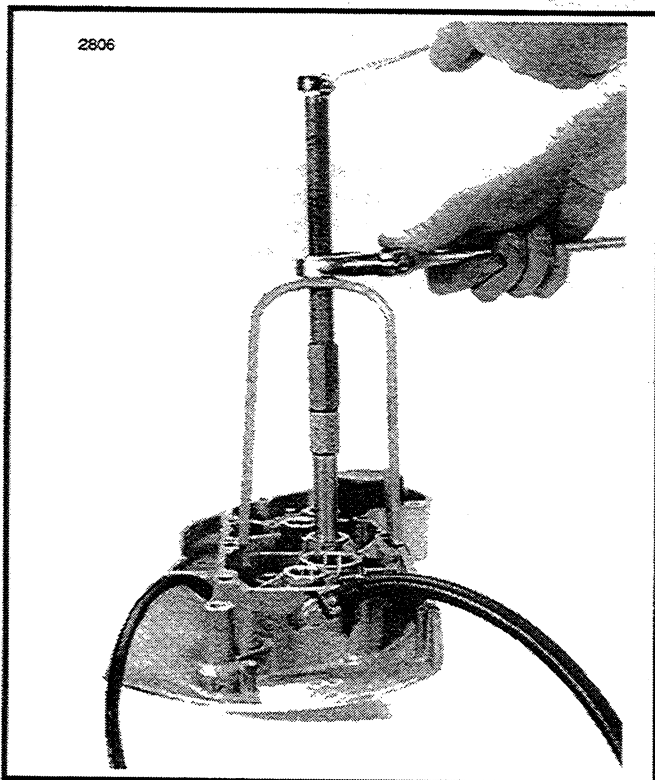

Figure 3-53. Extraction des bagues
2. Voir Figure 3-53. Utilisez un EXTRACTEUR DE BAGUE ET DE ROULEMENT (réf. HD-95760-69A) pour retirer les bagues du couvercle et du carter.